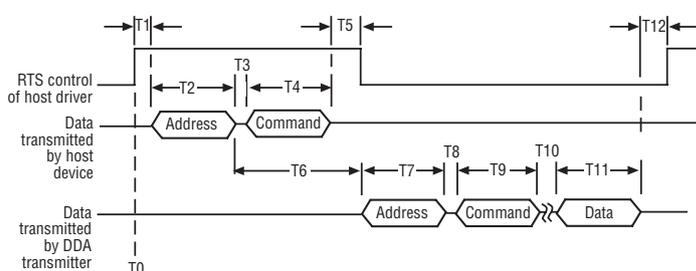

Fig. 4 : Informations sur la temporisation du protocole de réseau
Les séquences de temporisation du protocole de réseau (séquences d'interrogation) sont illustrées dans la Figure 4. Cette représentation de ligne de temps des séquences de transmission des données fournit aussi des informations sur le contrôle de l'ordinateur hôte de la carte de communication RS-485 et illustre le contrôle activé par pilote, via la ligne de contrôle RTS.
De nombreuses cartes de communication (pilotes de ligne) à utiliser avec l'équipement informatique hôte utilisent une entrée de ligne de contrôle spéciale pour contrôler l'activation et la désactivation du pilote RS-485. En général, cette entrée est raccordée à la ligne de contrôle du port de communication RTS ou DTR. L'ordinateur peut alors contrôler l'état du pilote en basculant les lignes de signal RTS ou DTR via le contrôle du logiciel. La Figure 4 illustre cette méthode de contrôle. D'autres méthodes de contrôle sont aussi utilisées en fonction du fabricant de l'équipement.
1. Le début de la séquence commence lorsque l'hôte active son pilote RS-485 pour transmettre les octets Adresse/Commande (voir la ligne de temps « T0 » dans la Figure 4).